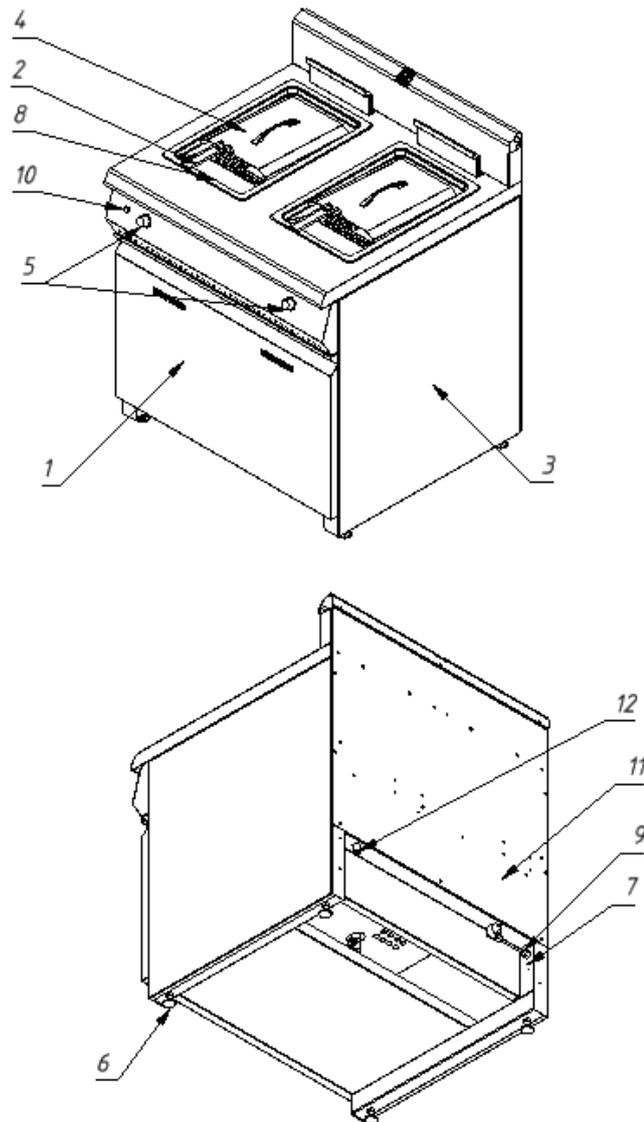

Рис.2 .
5.3 Подсоединить заземление корпуса установки(7)рис.2 к заземляющему контуру помещения согласно ГОСТ 27570.0-87.
5.4 Подключить газ к штуцеру газопровода фритюрницы поз.12 рис.2 специалистами газовой службы гибкой подводкой сильфонного типа.
5.5 Подключить эл. кабель с эл. вилкой поз.9 рис.2 в электросеть с напряжением 220В.
6.4.3 Нажать кнопку электророзжига поз.10 рис.2. Нажать рукоятку управления до упора и не отпуская зажечь пилотную горелку.
Основные части изделия указаны на рис.2 и перечислены в таблице.1.
7.2.1 Включить подачу электрического тока, подключив эл.вилку поз. (9)рис.2 в эл.сеть 220В.
7.3.1 Включить подачу электрического тока, подключив эл.вилку поз. (9)рис.2 в эл.сеть 220В.